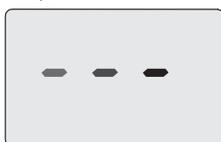
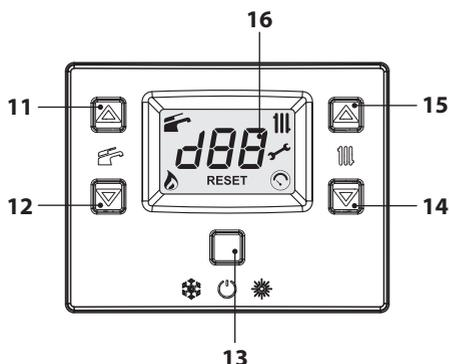

Figura 6.4
Figura 6.5
- Conecte la alimentación eléctrica de la caldera accionando el interruptor bipolar incluido en la instalación. El display LCD mostrará el símbolo  (los guiones se encienden en secuencia para simular un desplazamiento) (Figura 6.4).
- Mantenga pulsado durante 2 segundos el botón 13 hasta que aparezcan en el display los símbolos  y  (Figura 6.5).
- Apague la caldera manteniendo pulsado durante 2 segundos el botón 13 (Figura 6.5) hasta que aparezca en el display LCD el símbolo  (los guiones se encienden en secuencia para simular un desplazamiento) (Figura 6.4).